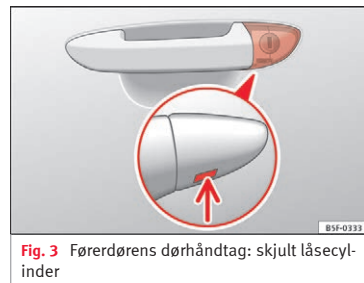

Fig. 3 Førerdørens dørhåndtag: skjult låsecylinder
- Sæt nøglekammen ind i afdækningens nederste åbning » Fig. 3 (pil) på førerdørens dørhåndtag, og løft afdækningen af nedfra og opad.